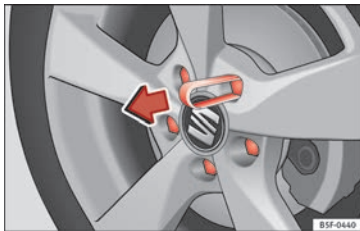

Fig. 66 Pinza para extraer los capuchones de los tornillos de la rueda.
- Encaje la pinza de plástico (herramienta de a bordo) sobre el capuchón hasta que encastre » fig. 66.